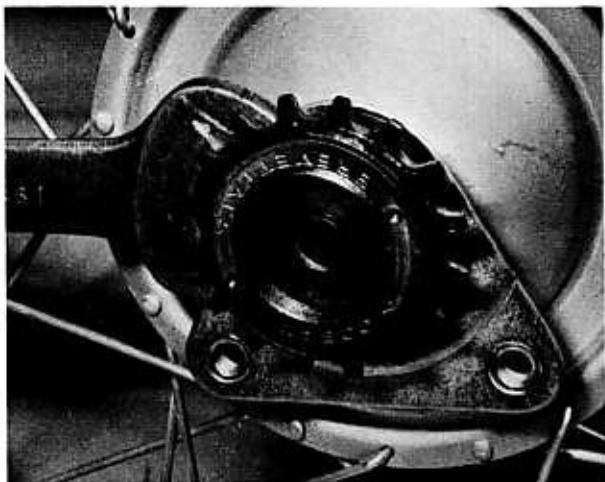
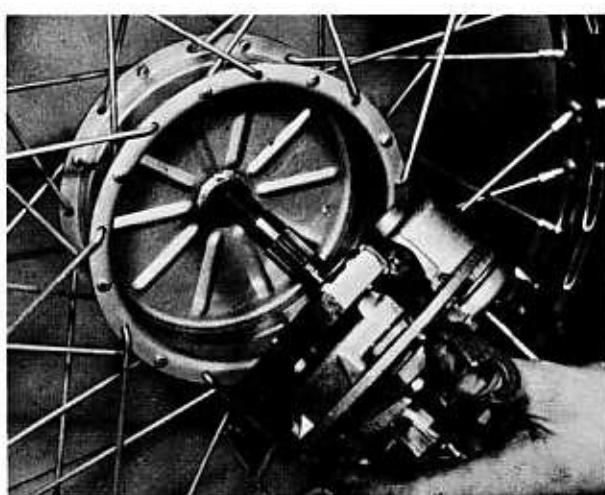

Bild 56
Bild 57
- Das Freilaufrad mit einem dünnen Gabelschlüssel von der rechten Radseite abschrauben (Bild 56) und den Lagerschild abnehmen. Nun kann die Nabe von der linken Seite her aus dem Rad her ausgezogen werden (Bild 57). Ein Teil des am Rad verbleibenden Nabengehäuses dient als Brems trommel, und die einzige Bremsbacke sitzt an der Nabenhinterseite.